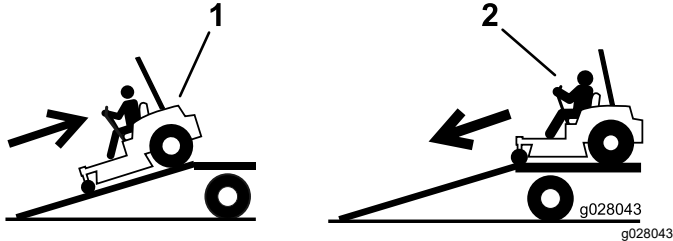

Figure 40
4. Montez la rampe en marche arrière (Figure 40).
2. Descendez la rampe en marche avant (Figure 40).